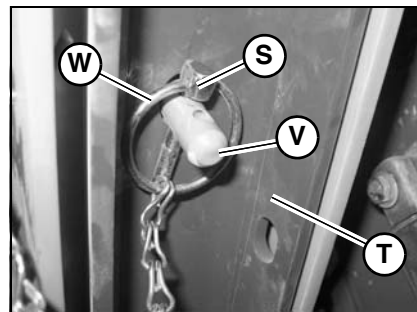

Figura 13 – Posición de almacenamiento del soporte del brazo de elevación
5. Pida a alguien que eleve el soporte del brazo de elevación (T, Figura 13) hasta que entre en contacto con el brazo de elevación. Vuelva a instalar el eje central (S) pasando por el borne (V) del brazo de elevación para fijar el soporte del brazo de elevación (T) en la posición de almacenamiento.
6. Doble el anillo del eje central (W) sobre el borne (V) para fijarlo